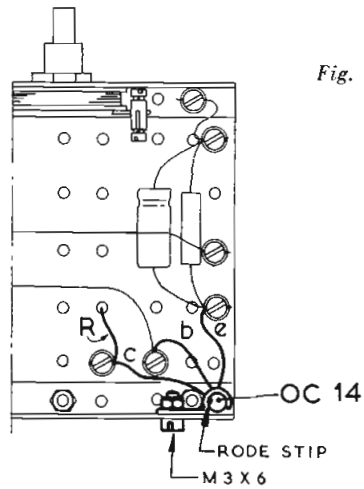

Fig. B22
30. Zet met een kort boutje en bijbehorende moer het koelplaatje met de transistor vast tegen de binnenzijde van de tweede montageplaat (fig. B22). De aansluitdraden moeten naar de bruine isolatieplaat wijzen.
31. Zet de aansluitdraadjes van deze transistor vast in de juiste klemmen (fig. B22). Vooral hier moet je oppassen dat de draadjes die dicht bij elkaar zitten, elkaar niet raken.
36. Sluit de luidsprekers met twee draden aan volgens fig. B26. Eén van deze draden gaat van de klem aan de luidspreker naar een klem rechts op de bruine isolatieplaat. De andere draad, gemerkt met de letter R, wordt vastgezet in de klem onderaan de luidspreker en verdwijnt door een gat in de isolatieplaat. In fig. B22 kun je zien, aan welke klem deze draad (R) aan de onderzijde van het toestelletje moet worden vastgezet.